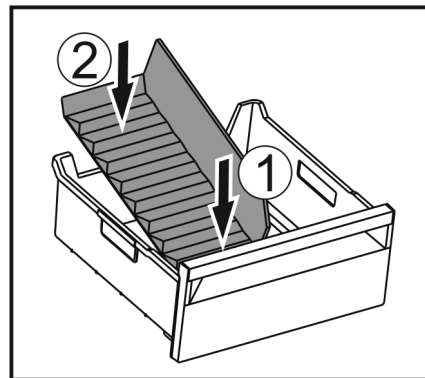

Fig. 116
- Vložte prednú časť oddelovača zásuvky na ľad. Fig. 116 (1)
- Spustite zadnú časť oddelovača zásuvky na ľad až na dno zásuvky. Fig. 116 (2)